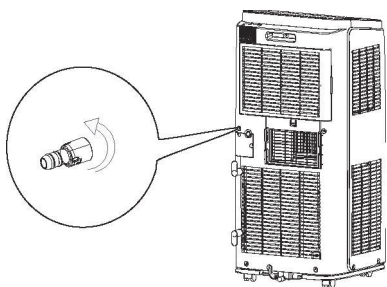

Bild 16: Montage des Schlauchverbinders
2. Den im Zubehör enthaltenen Verbinder im Uhrzeigersinn einschrauben (Bild 16).